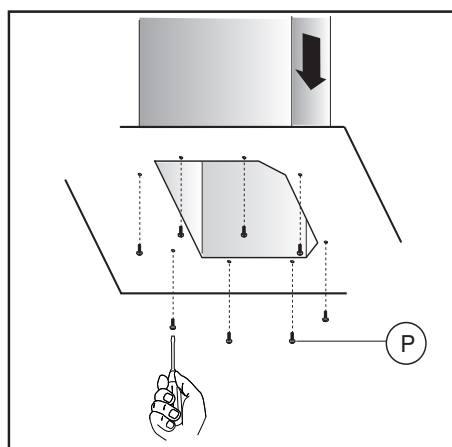
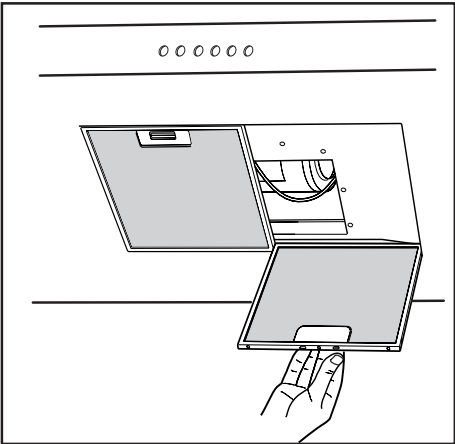

Fig.14
Fig.16
En vue d'une manœuvrabilité de l'appareil plus facile, avant d'exécuter les opérations de montage, déconnecter le filtre/les filtres anti-graisse (Fig.16).
- Si votre appareil est doté d'un conduit de fumées inférieur qui doit être fixé au corps de la hotte avec les vis, enlever les filtres anti-graisse de la hotte en intervenant sur les manilles correspondantes (Fig.16). Visser ensuite le tuyau du conduit de fumées inférieur depuis l'intérieur de la hotte, en utilisant les vis **P** (Fig. 14). Pourvoir enfin à replacer les filtres dans leur logement..